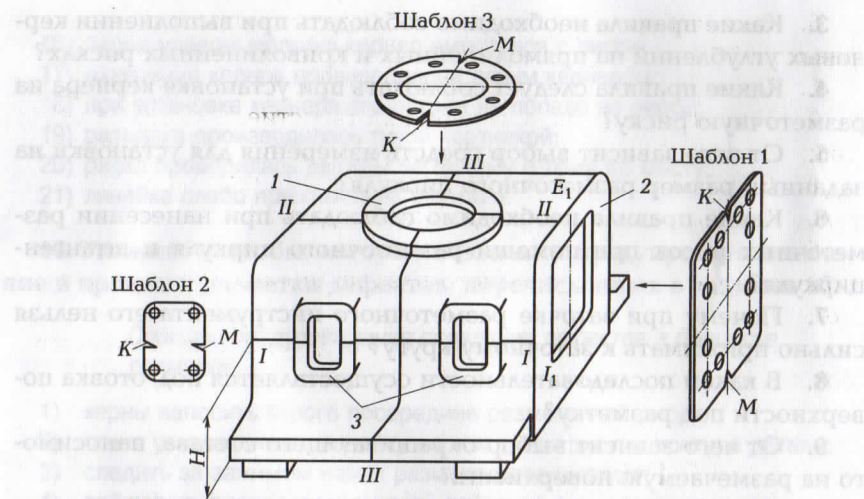

Рис. 1.2. Разметка корпуса по шаблонам:
3. Определите установочную и разметочную базы заготовки корпуса (рис. 1.2) и назовите инструменты и приспособления, необходимые для разметки крепежных отверстий. Составьте инструкционную карту для выполнения разметки этих отверстий.